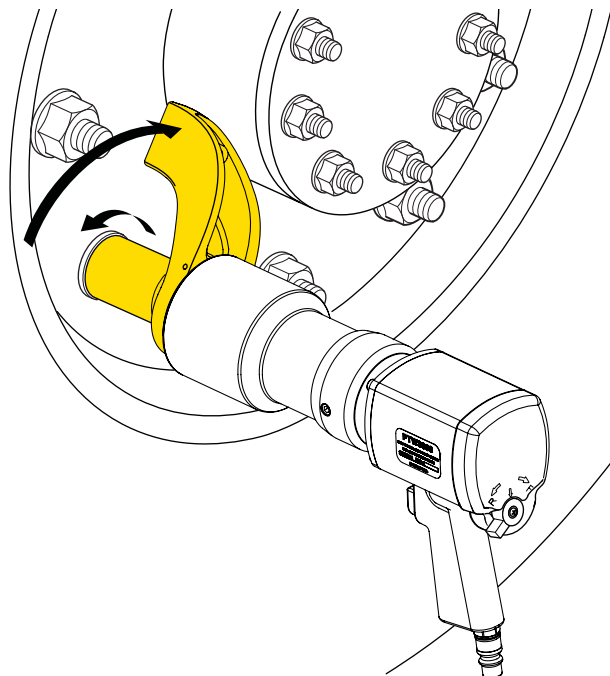

Fig. 9
10. A fig. 9 apresenta a posição para o braço de reação quando o eixo quadrado acionador gira em sentido anti-horário.
12. Para soltar um estojo de fixação (ou aplicar torque no sentido anti-horário): certifique-se de que a alavanca está na posição "R" e que o braço de reação está na posição mostrada na fig. 9. Pressione totalmente o gatilho e mantenha-o pressionado até o estojo de fixação se soltar.